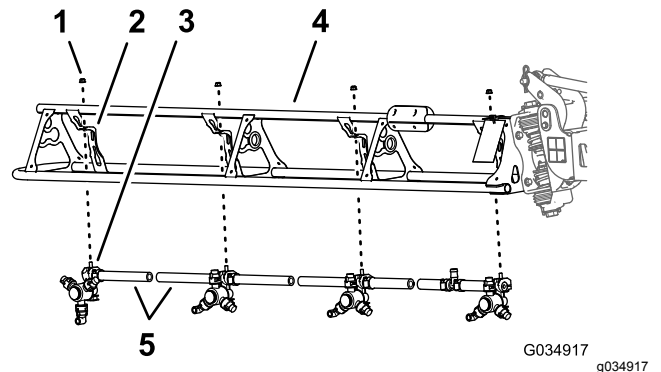

Figura 67
1. Na secção da rampa exterior, corte o tubo entre os dois bicos do pulverizador (Figura 67).
2. Retire a porca de bloqueio flangeada (5/16 pol.) que prende o bico do pulverizador ao suporte do bico (Figura 67).
5. Na secção da rampa central, corte o tubo entre os dois bicos do pulverizador (Figura 67).